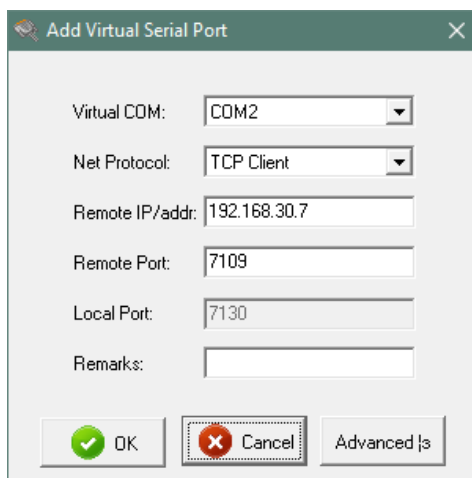

Рисунок 5.7.
8. Нажать кнопку «**Connect Virtual COM**». На экране отобразится окно, приведенное на рис.5.7.